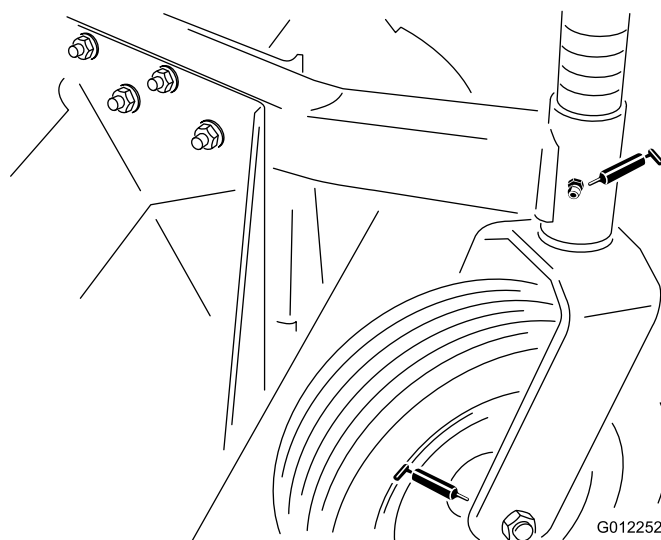
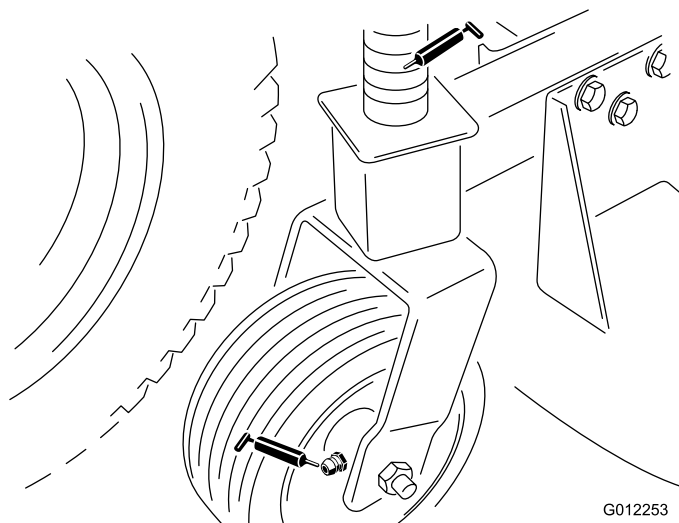

Figura 15
Figura 16
- Casquilhos do eixo da roda frontal (Figura 15)
- Casquilhos da roda giratória (Figura 15) & Figura 16)
lubrificante à base de lítio n.º 2 para utilizações gerais ou à base de molibdénio a cada 50 horas (Figura 16).